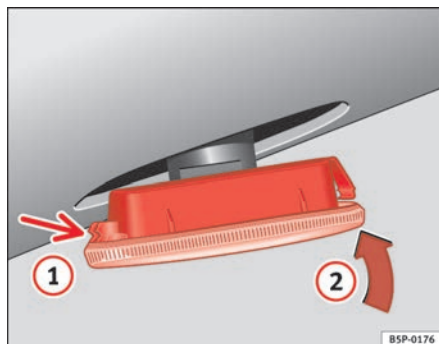

Fig. 197 Intermitente lateral
- Coloque el intermitente en primer lugar en el orificio de la carrocería, encajando las pestañas ⇒ fig. 197, flecha ①.
- Encaje la lámpara como indica la flecha ② ⇒ fig. 197 ■